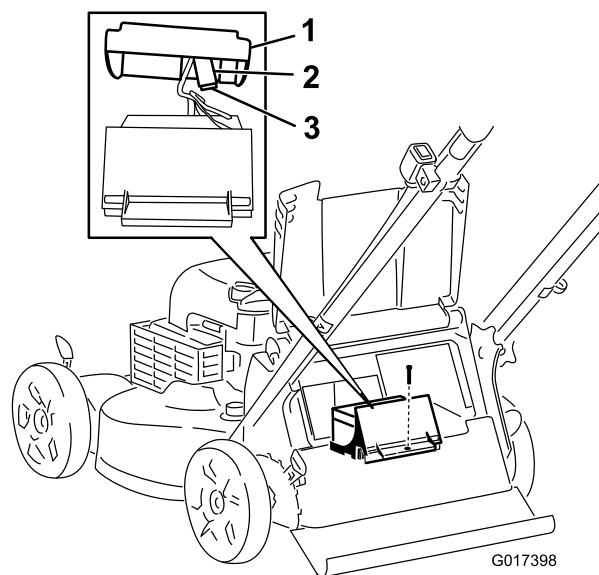

Figure 28
3. Enlevez la vis de fixation du logement de la batterie, sortez la batterie et localisez le fusible (Figure 28).
4. Remplacez le fusible dans le porte-fusible (Figure 28).